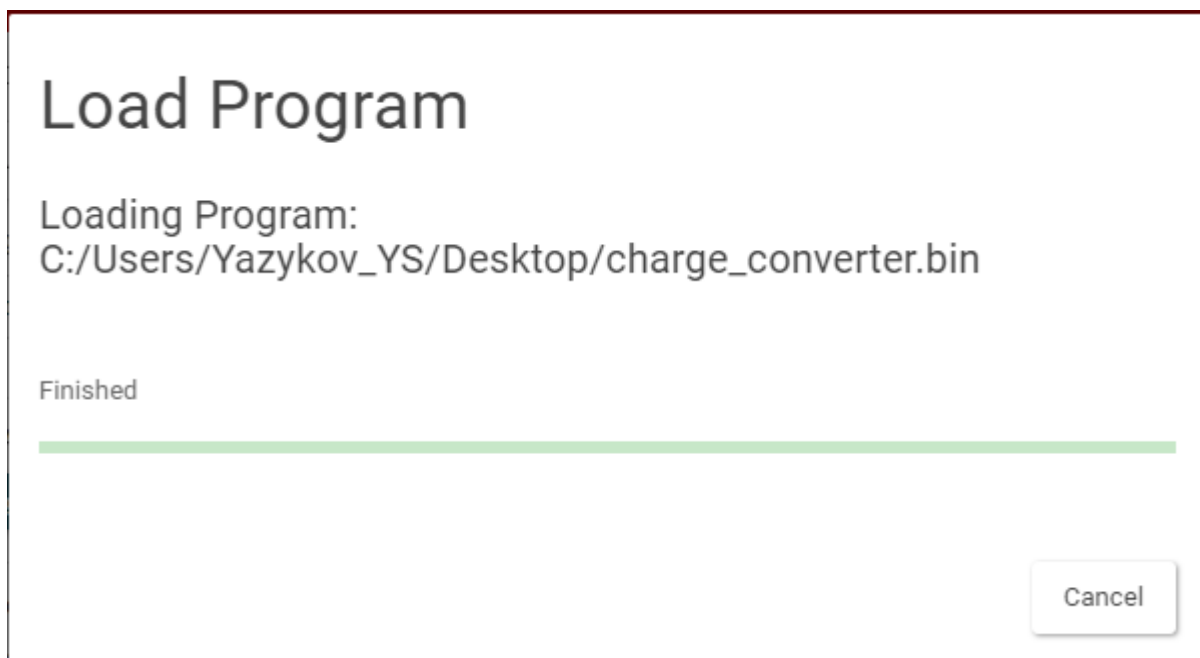

Рисунок 7 – Окно установки ПО силового преобразователя на флеш-память силового преобразователя
1.1.8 После очистки флеш-памяти начинается установка ПО силового преобразователя. Необходимо дождаться окончания записи файла на флеш-память силового преобразователя (рисунок 7).